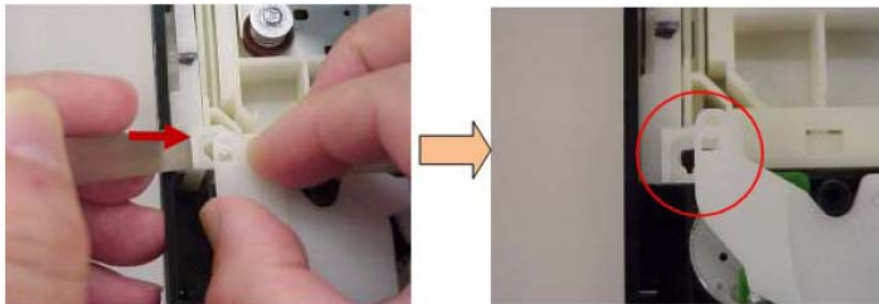

Fig. 1.27
7.1 Conexión del brazo (I) y del deslizador
Coloque el gancho (cuña) del brazo (I) en el orificio del deslizador empujando este como lo indica. (Fig. 1.27)